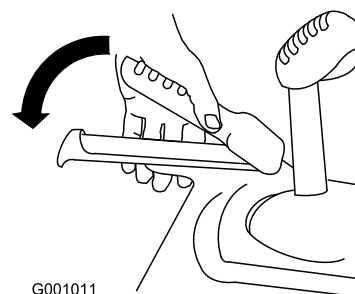

Figure 31
1. Pour engager la transmission aux roues, serrez le levier gauche (déplacement) contre la poignée (Figure 31).